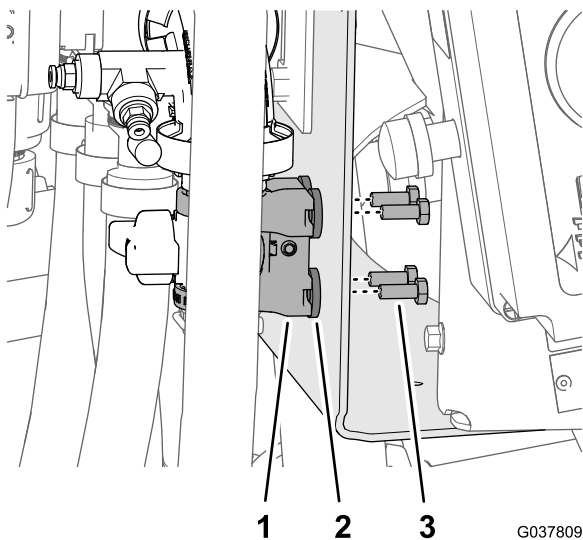

图92
4. 如图92所示用4个螺栓6 x 16mm将尼龙支架和垫圈安装到阀门安装架上。